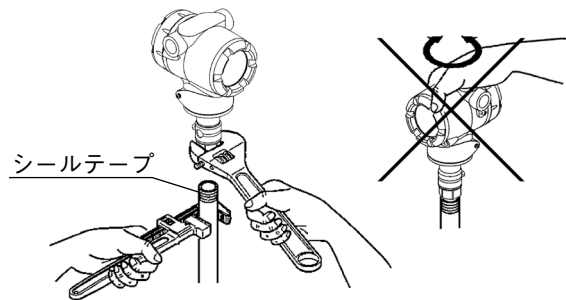

図 2-31 設置上の注意事項
- ・本器をプロセス配管にねじ込むときは六角部をスパナなどの工具でくわえて締め付けてください（図 2-31）。ケース部を持って締め付けるとケース部だけが過剰に回転し、内部の配線が切れるおそれがあります。